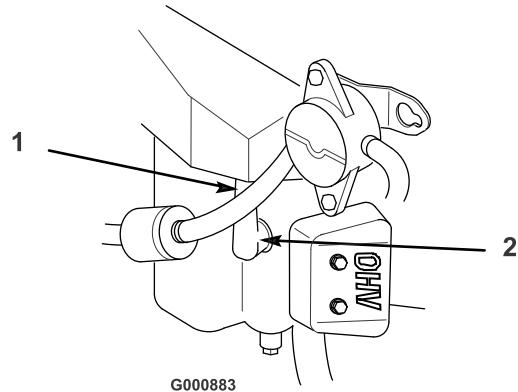

Bild 31
3. Ziehen Sie den/die Kerzenstecker von der(n) Zündkerze(n) (Bild 31). Reinigen Sie den Bereich um die Zündkerze(n), um zu verhindern, dass Schmutz in den Motor fällt und Schäden verursachen kann.
3. Drücken Sie die Kerzenstecker auf die Zündkerze(n) (Bild 31).